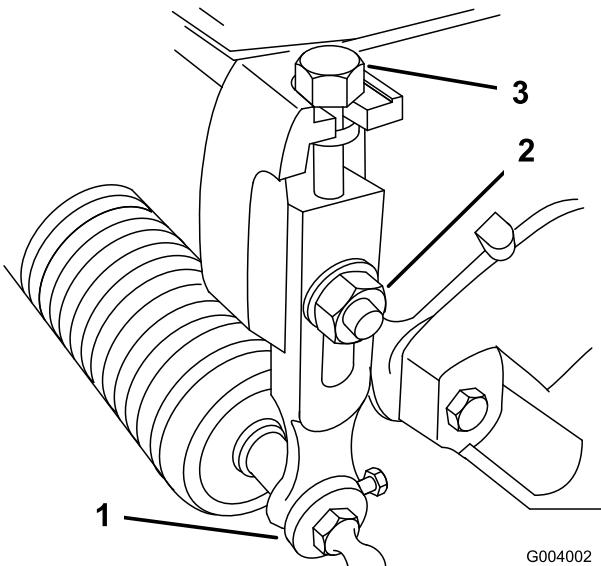

Figura 8
1. Afloje las contratuercas que fijan los brazos de altura de corte a las chapas laterales de la unidad de corte (Figura 8).